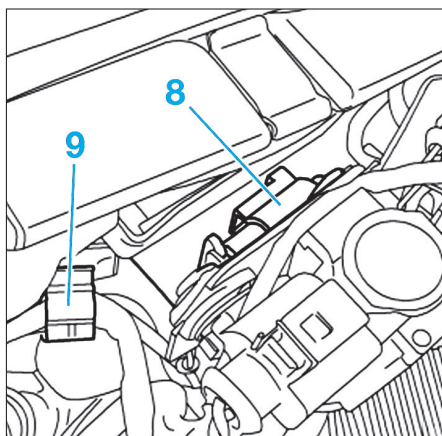

Fig. 45
- Débrancher le connecteur (8) et déposer l'agrafe (9) (Fig.45).